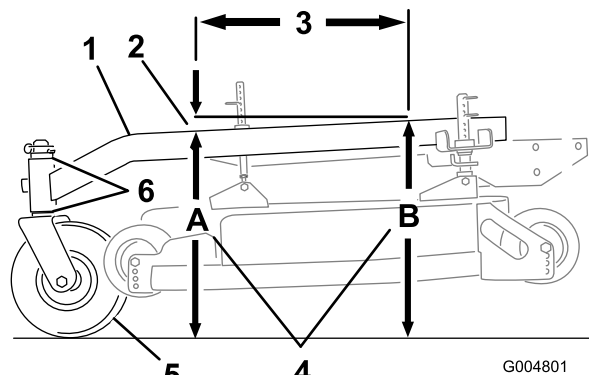

Figura 58
- Misurate l'altezza del telaio portante al punto **A** (Figura 58).
- Misurate l'altezza del telaio portante al punto **B** (Figura 58).
- L'altezza al punto **A** deve essere di 3-10 mm inferiore rispetto al punto **B** (Figura 58).
- Se il telaio portante non è corretto, spostate i distanziali orientabili in modo da ottenere un angolo di inclinazione di 3-10 mm (Figura 58). Spostate i distanziali dall'alto o dal basso per ottenere l'inclinazione corretta.
Il telaio portante deve avere un'inclinazione da 3 a 10 mm per la lunghezza di 61 cm sul telaio portante (Figura 58).
- Misurate la sporgenza di 61 cm sul telaio portante (Figura 58).